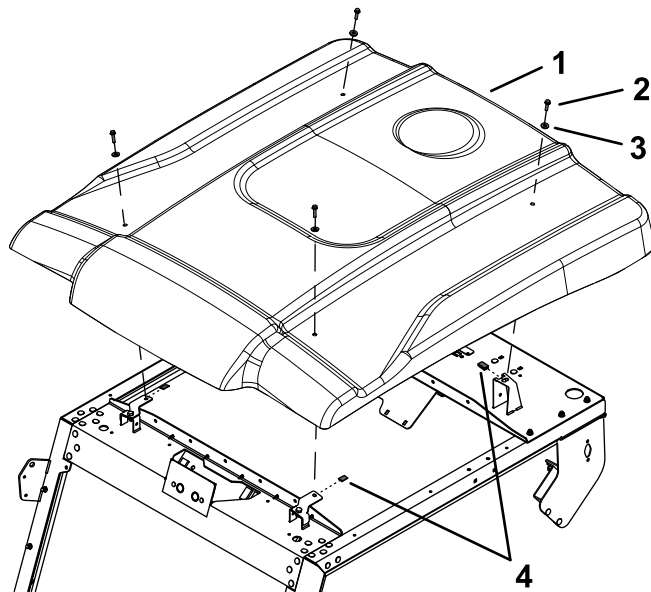

図 10
5. フレームにサンシェードを取り付け六角ヘッドフランジボルト 1/4 x 1 インチ、シーリングワッシャ4枚、クリップ4本で固定する 図 10。